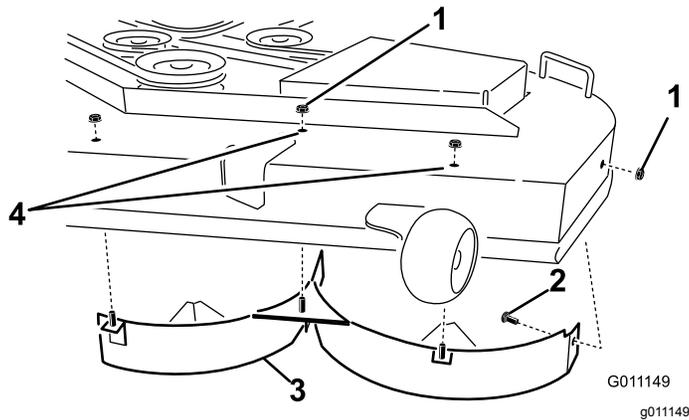

Bild 31
4. Entfernen Sie die zwei Sicherungsmuttern (5/16"), mit denen die geschweißten Streben des linken Ablenkblechs oben am Mähwerk in der Mitte und links von der Mittelstellung befestigt sind (Bild 31).
6. Entfernen Sie das linke Ablenkblech vom Mähwerk, wie in Bild 31 abgebildet.